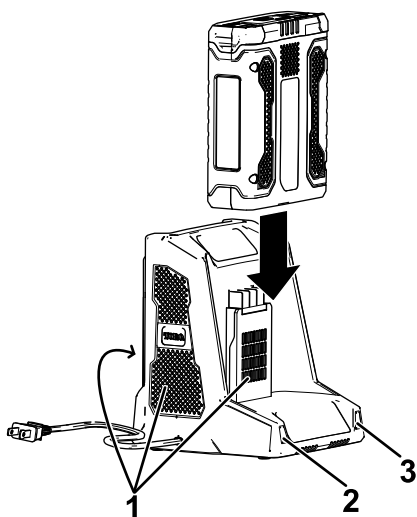

Rysunek 8
3. Ustaw wgłębienie w akumulatorze (Rysunek 8) równo z wypustką ładowarki.